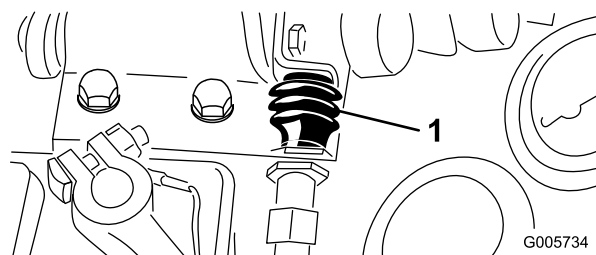

Figura 73
3. Retire a cobertura da extremidade do interruptor da tomada de força (Figura 73). Guarde essa cobertura para voltar a instalá-la. Separe os cabos do interruptor.